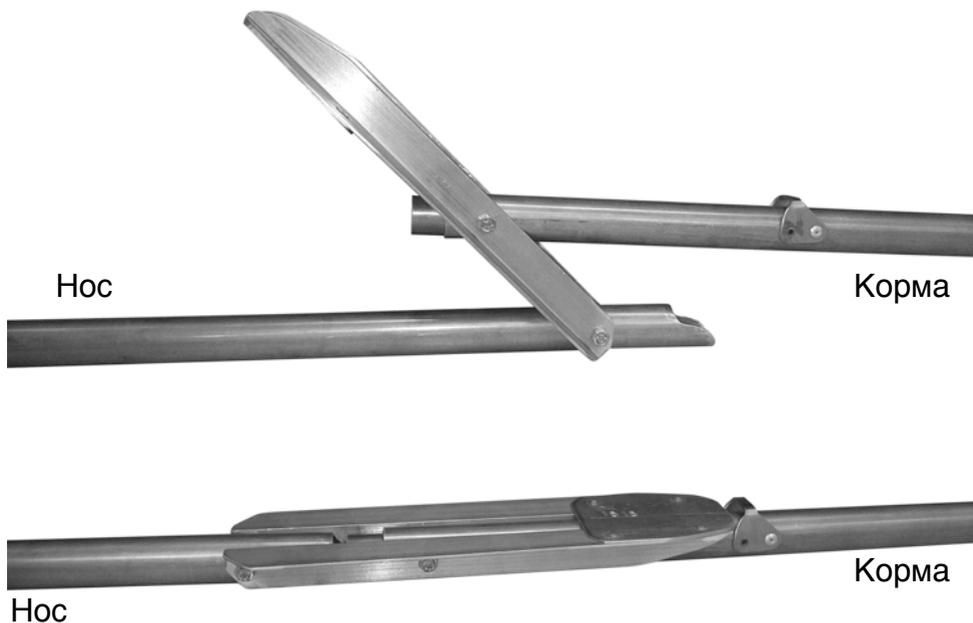

Рис.7. Установка кильсона.
8. Возьмите кормовой штевень (2), распорку (14), привальник (3) -2шт, шпангоут №4(8). Повторить операции, описанные в пунктах 3-6.
10. Возьмите кильсон(5). Переведите его из транспортного положения в рабочее. Установите кильсон так, чтобы длинная часть кильсона была направлена к корме. Соедините кильсон с носовым и кормовым штевнями. Застегните замок кильсона, как показано на рис.7. Кильсон застегивается от носа к корме.